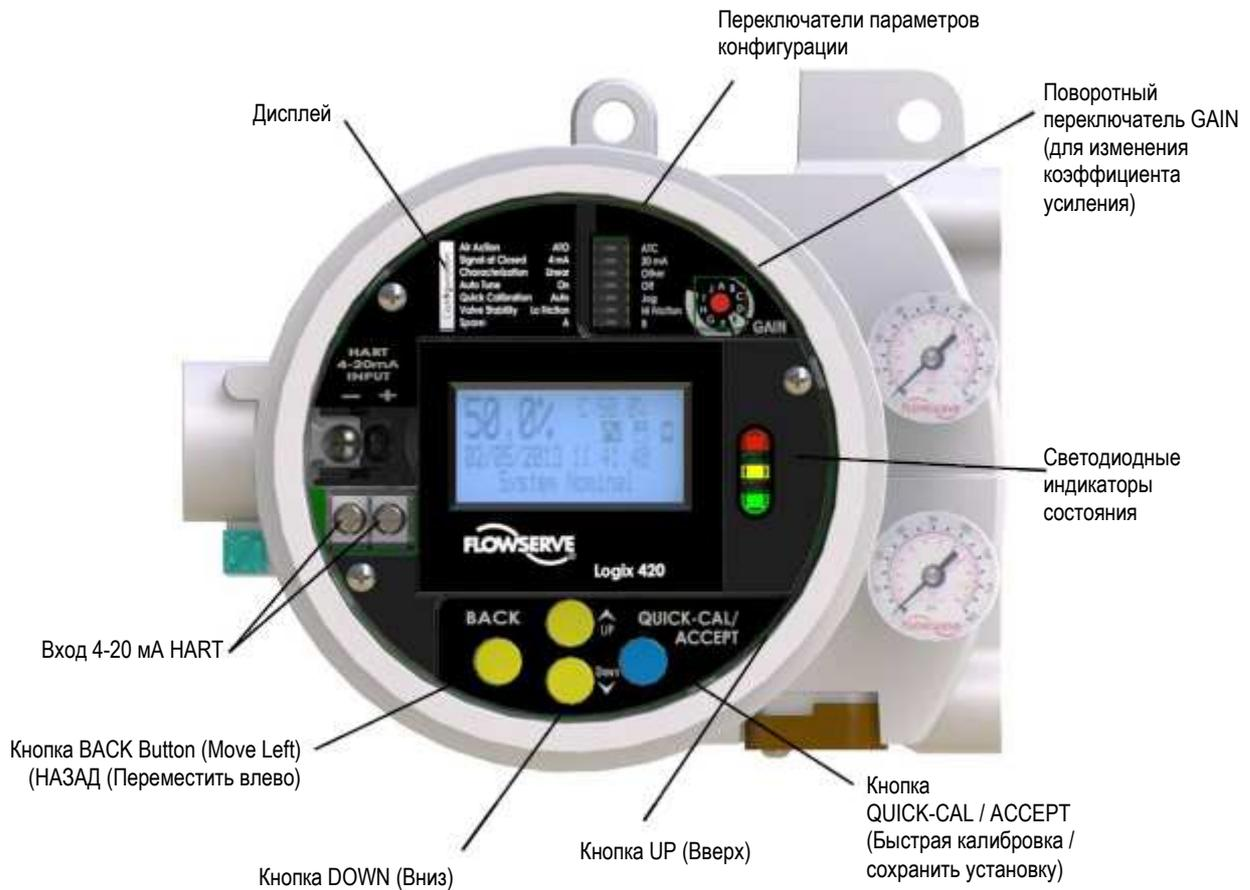

Рис. 9: Местный пользовательский интерфейс
- 2 Нажмите на кнопку Quick-Cal и удерживайте ее 3 с. После этого начнется калибровка хода. (Перед нажатием на кнопку Quick-Cal, на экране ЖК дисплея должно отображаться главное меню. См. Рис. 9.)